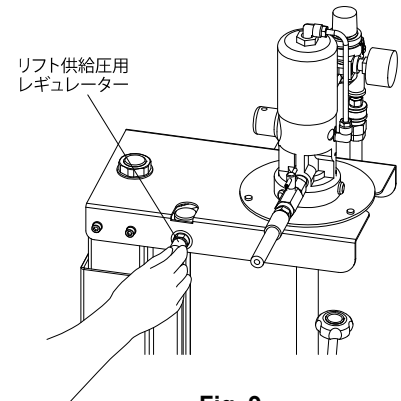

Fig. 9
- リフト供給圧用レギュレーターを調整し、圧力計の指針を 0.4~0.5 MPa にセットしてください。(Fig. 9)